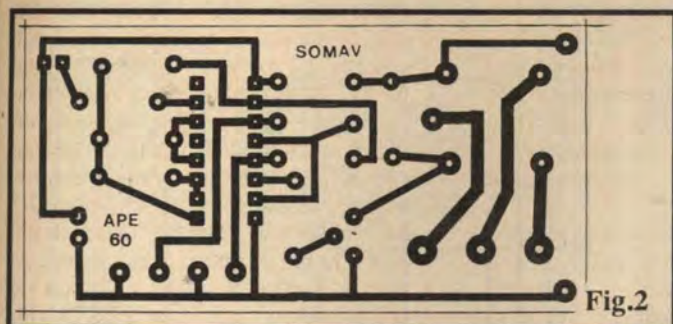

Fig.2
- FIG. 2 - LAY OUT DO CIRCUITO IMPRESSO ESPECÍFICO - Em tamanho natural (pode ser diretamente “carbonado” sobre a face cobreada de um fenolite nas convenientes dimensões...), a